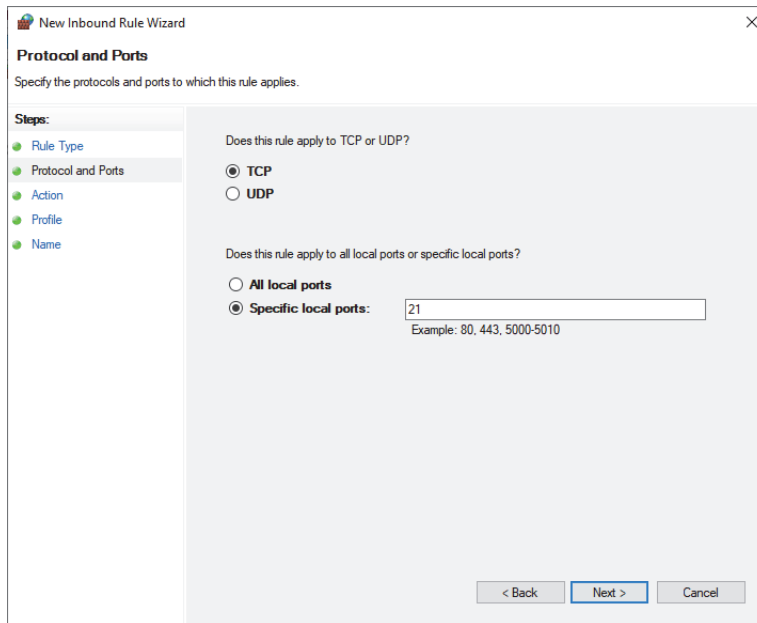

図 1-12 [新規の受信の規則ウィザード] ダイアログボックス – プロトコルおよびポート
5. [新規の受信の規則 ウィザード] ダイアログボックスで、規則を適用するプロトコルとポートを選択します (34 ページの図 1-12)。